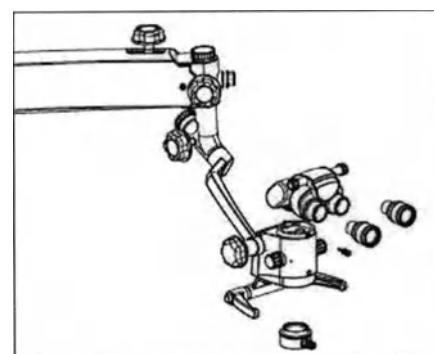

Рис. 8
6.5 Установите биноклярный тубус и окуляры на голову. Закрепите биноклярный тубус при помощи фиксатора. Смотрите рисунок 8.